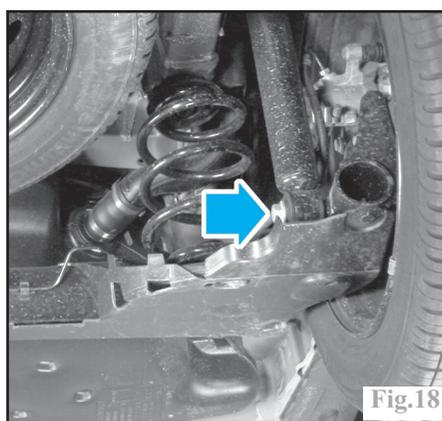

Fig.18
- déposer la vis de fixation inférieure de l'amortisseur (Fig.18) et dégager l'amortisseur.
-déposer la vis de fixation inférieure de l'amortisseur (Fig.18).